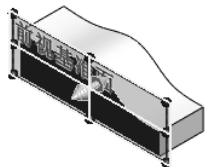

图 6.11.6 定义参考剖面
(2) 定义剖面。在“剖面视图”对话框的 **剖面 1(1)** 区域中单击  按钮，以前视基准面作为剖面，此时可看到在绘图区中显示的特征为曲面，如图 6.11.6 所示。单击  按钮，关